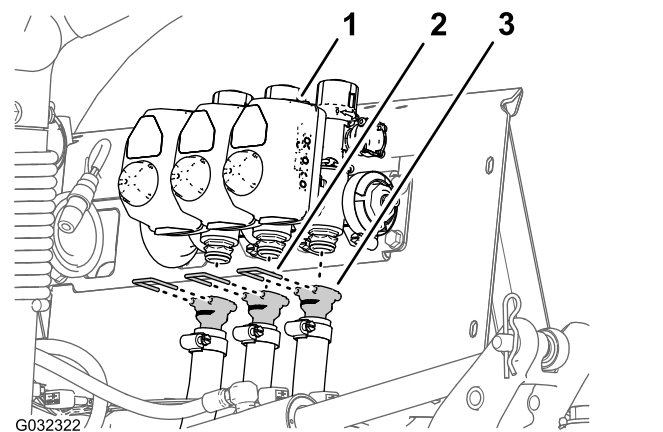

Figura 49
- Retire os retentores que prendem as uniões roscadas retas às válvulas da secção da rampa esquerda, central e direita (Figura 49).
7. Retire os tubos para as válvulas da secção da rampa esquerda, central e direita da máquina (Figura 49).